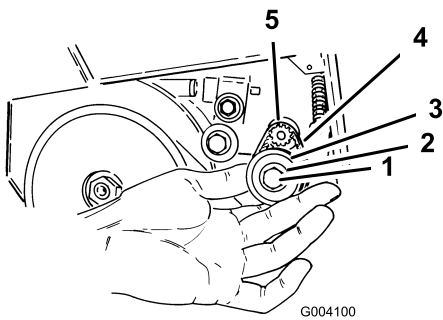

Figure 21
- Retirez les 2 rondelles et la petite poulie (Figure 21).
6. Déposez la petite courroie (Figure 21) et mettez-la au rebut.
9. Glissez la courroie par-dessus la poulie de l'arbre du moteur (Figure 21).
11. Installez la grande courroie sur la petite poulie (Figure 21) (voir Remplacement de la grande courroie).